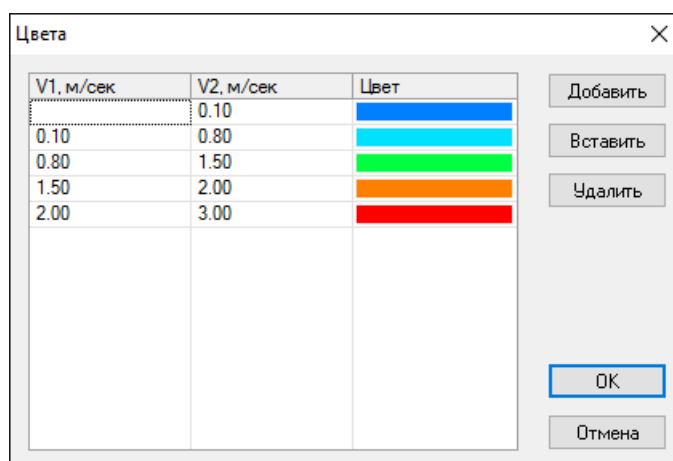

Рисунок 22.5. Настройка цветов для окраски
6. В появившемся окне задать значения параметров T2, (T1 заполняется автоматически) и указать соответствующий этому диапазону значений цвет окраски, (смотрите Рисунок 22.5, «Настройка цветов для окраски»).